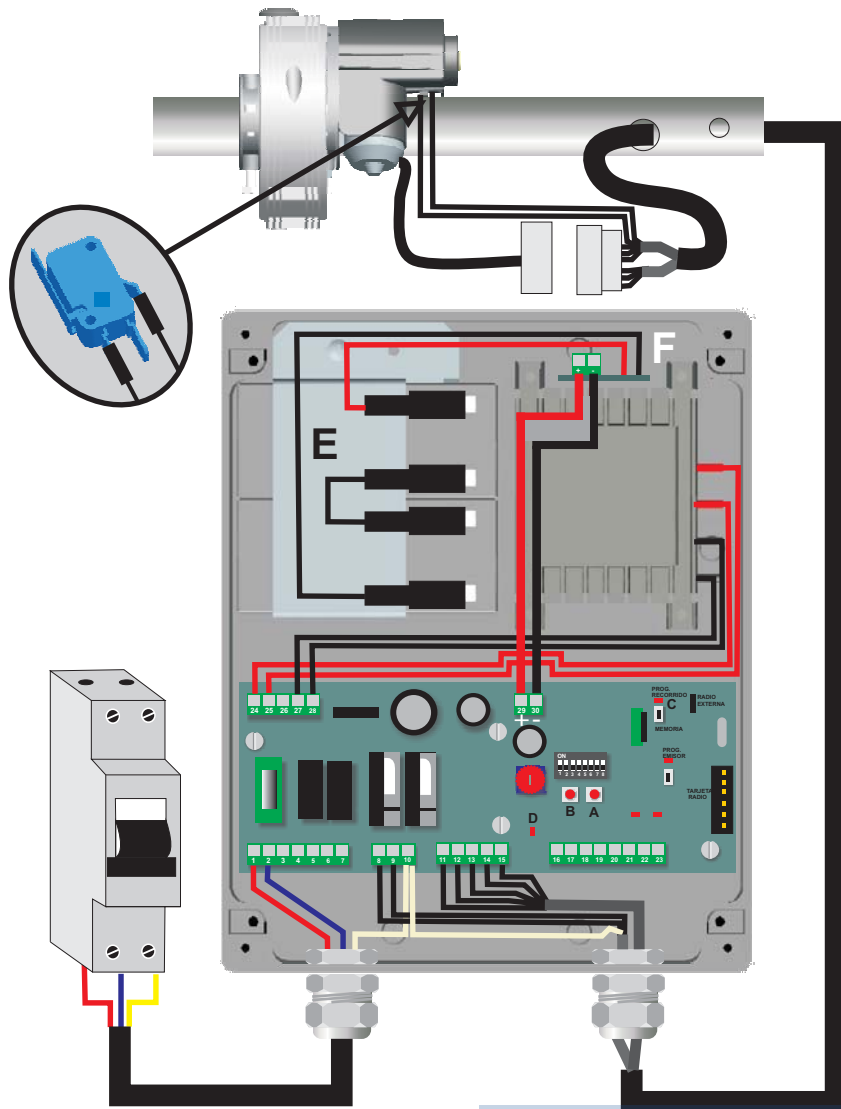

Fig.1
SICHERHEITSMIKROSCHALTER (Abb. 1-A)
BATTERIEANSCHLUSS 24 V (Abb. 1 (E) (je nach Version))